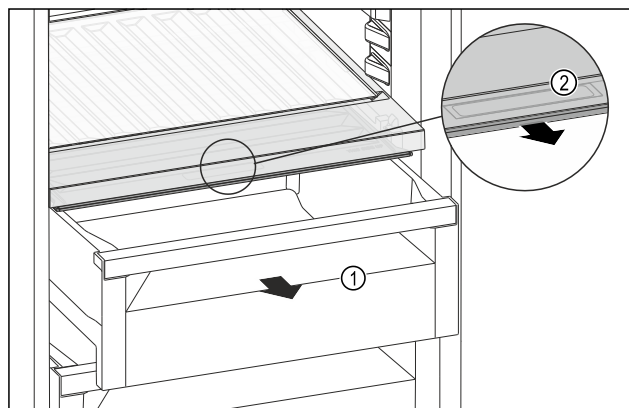

Fig. 156
- ▶ Wyciągnąć szufladę Fig. 156 (1).
- ▶ Chwycić uchwyt wpuszczany Fig. 156 (2) na pokrywie komory i pociągnąć pokrywę jednocześnie do przodu.